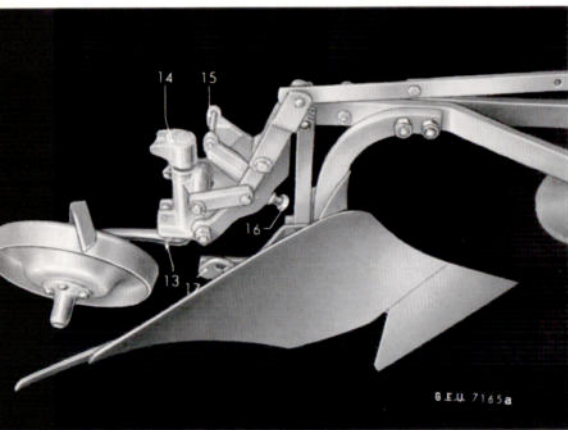

Bild 4: Das Hinterrad
Zum Transport muß das Hinterrad mit Klappe 13 (Bild 4) verriegelt werden (Klappe nach unten fallen lassen).
1. Klappe 13 am Hinterrad hochschwenken (Bild 4).